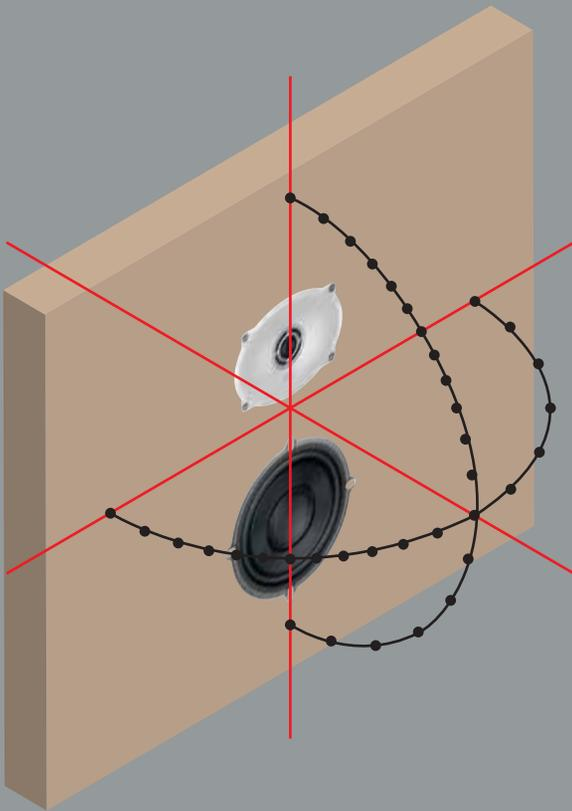

Figure 7. Les mesures sont effectuées à des intervalles de 10 degrés, le long des axes horizontal et vertical.
Le coefficient de directivité (DI) est le rapport entre l'intensité du son dans la fenêtre d'écoute et l'intensité moyenne du son dispersé dans tous les angles (puissance sonore). Nous effectuons des mesures des enceintes dans deux modèles semi-circulaires, le long des axes horizontal et vertical de l'enceinte (voir la Figure 7). Avec toutes ces mesures, nous déterminons la taille de la fenêtre d'écoute optimale et nous calculons la puissance sonore de l'enceinte. Ensuite, nous comparons la puissance sonore avec la réponse dans la fenêtre d'écoute et nous relevons le coefficient de directivité pour la réponse de fréquence du système d'enceintes.